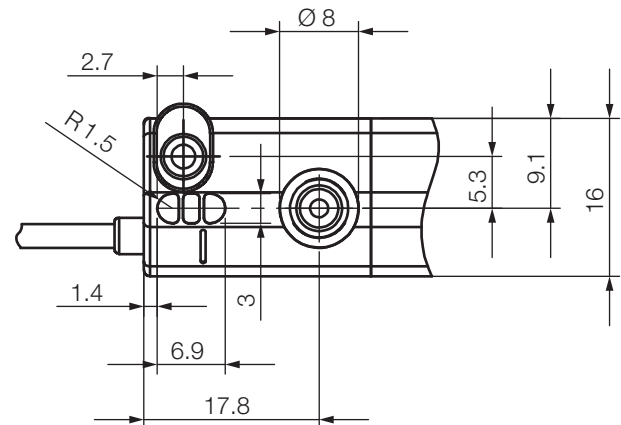

Fig. 4-13: Dimensões e distâncias das teclas e LEDs
**i** Na montagem inversa, um recorte para a tecla e os LEDs deve ser previsto (dimensões vide Fig. 4-13), caso contrário, o BMP somente pode ser configurado via IO-Link.